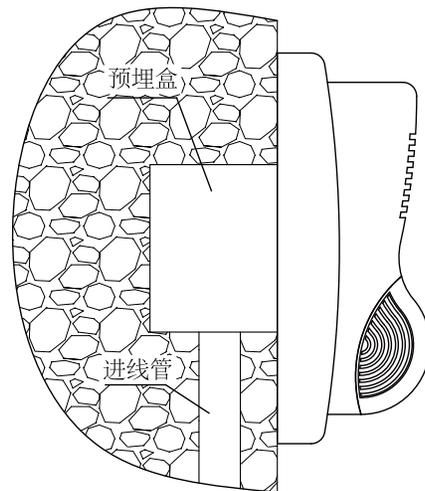
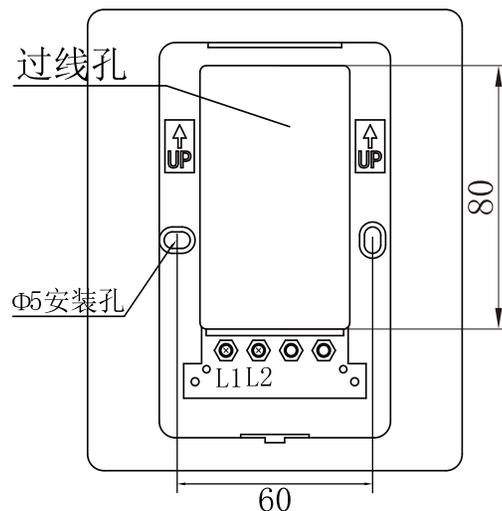

图2 进线管预埋示意图
图3 火灾声光报警器接线端子示意图
1.3报警器采用线管预埋安装，将底盒安装在86H50型预埋盒上，安装孔距为60mm(参见图3)，安装示意图如图2所示。
2.接线端子示意图如图3所示